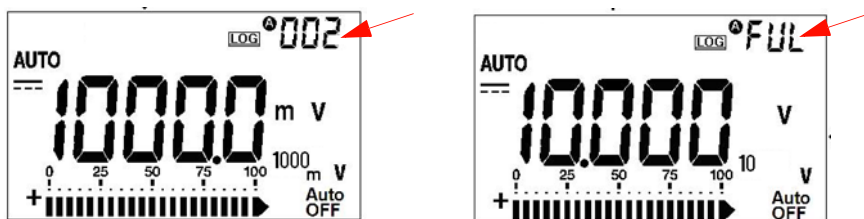

Figura 2-2 Visualizzazione della registrazione a intervalli
- 2 La lettura verrà salvata automaticamente in memoria in base all'intervallo impostato in modalità Setup, vedere la Figura 2-2.